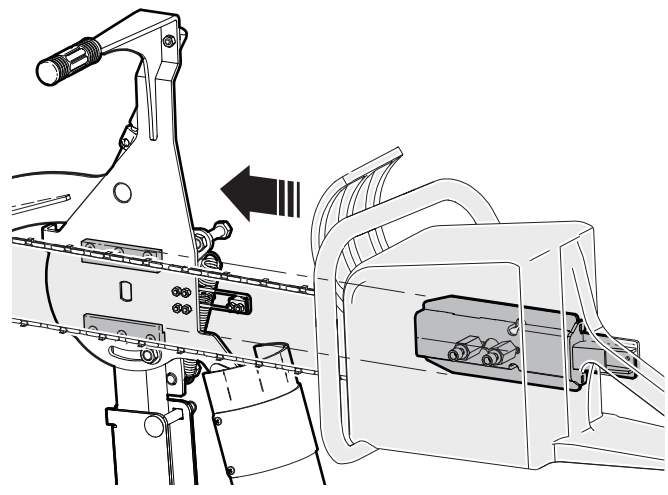

Figure 32 – Mettez la tronçonneuse dans le support
4. Mettez soigneusement la tronçonneuse dans le support. Consultez *Figure 32*.